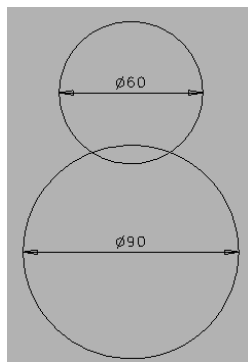

图 2-2 绘制截面草图
3. 绘制截面草图。单击图标面板中的按钮 ,在视图中绘制出两个圆形。其中上面的圆形直径为 60,下面的直径为 90,两个圆形的圆心在一条垂直线上,效果如图 2-2 所示。